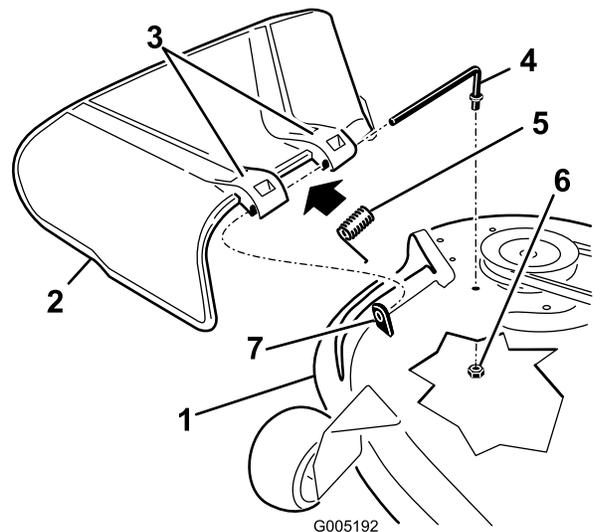

Figure 67
1. Retirez l'écrou (3/8 pouce) de la tige, sous le plateau de coupe (Figure 67).
2. Sortez la tige de la courte cheville de positionnement, du ressort et du déflecteur d'herbe (Figure 67).
4. Remettez en place le déflecteur d'herbe (Figure 67).
7. Insérez la tige dans le deuxième support du déflecteur d'herbe (Figure 67).
9. Fixez l'extrémité arrière de la tige dans le plateau de coupe à l'aide d'un écrou (3/8 po), comme montré à la Figure 67.